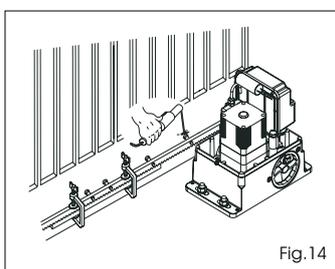

Fig.14
5) Approcher un autre élément de la crémaillère de l'élément précédent en utilisant, pour mettre en phase la denture des deux éléments, un élément de la crémaillère d'après la Fig. 14.